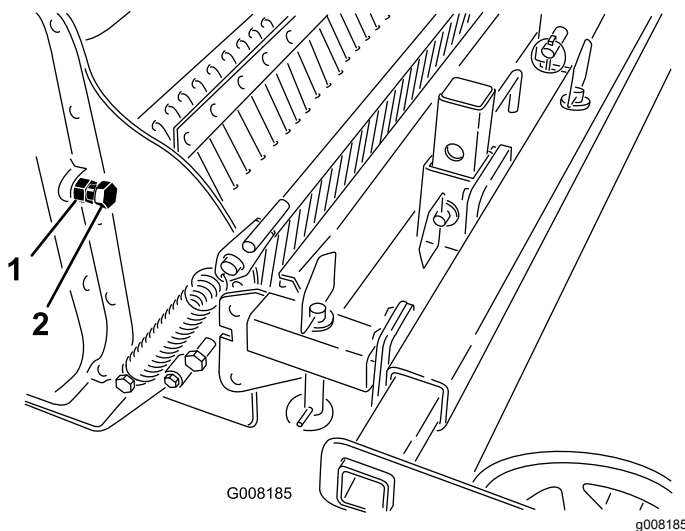

Figura 12
3. Allentate il controdamo sulla vite di regolazione della cinghia (Figura 12).
4. Girate la vite manualmente finché non avvertite una resistenza (Figura 12).